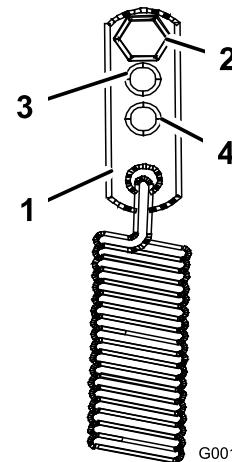

Figure 43
3. Pour des conditions de conduite plus difficiles, déplacez les ancrages de ressort aux positions service moyen ou lourd (Figure 43). Les ancrages de ressort sont fixés au coin arrière supérieur des protections de la transmission hydraulique sur les côtés gauche et droit de la machine.
Le levier du frein de stationnement est situé sur le côté droit de la machine (Figure 43). Si le frein de stationnement ne reste pas serré correctement, réglez-le.